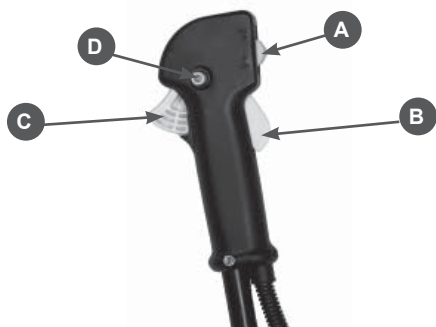
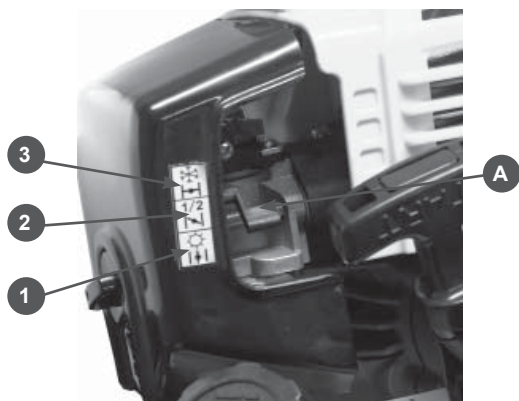

Рис.11
Рис.12
1. Установите выключатель (A) в положение «I» (сдвиньте вверх до упора) Рис.11. Нажмите одновременно на стопорный рычаг (B) и курок газа (C). Зафиксируйте курок газа в нажатом состоянии кнопкой (D) Рис.11.
2. Установите рычаг воздушной заслонки (A) в верхнее положение (3) (Рис.12)
5. После первой вспышки переведите рычаг воздушной заслонки в среднее положение (2) Рис.12. Не забывая выбирать свободный ход шнура стартера, сильно, но плавно потяните за рукоятку стартера 1-2 раза. Двигатель должен запуститься.
6. После запуска переведите курок газа в режим холостого хода. Для этого освободите стопорную кнопку курка (D) Рис.11 и прогрейте двигатель в течение 30 секунд (рычаг воздушной заслонки при этом находится в положении 2), затем переведите рычаг заслонки в положение (1) Рис.12.
1. Заслонку при запуске установить в положение (1) Рис.12